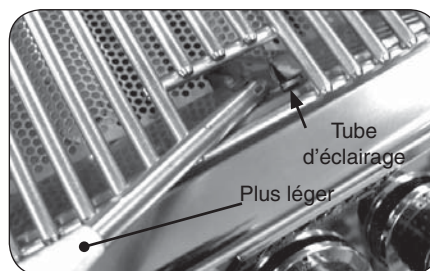

Fig. 12-2 - Éclairage manuel
2. Passez un allumeur brûlant de butane de long-baril ou une allumette brûlante de long-tige dans la grille à cuire s'ouvrant au dessus du tube d'éclairage. (Fig. 12-2). Pour des backburners, tenez la flamme contre le matériel perforé du backburner.
4. Si le brûleur ne s'allume pas, enfoncez immédiatement le bouton et tournez la valve à AU LOIN. ATTENDEZ CINQ (5) MINUTES avant de répéter les étapes 2 à 4 des instructions manuelles d'éclairage.